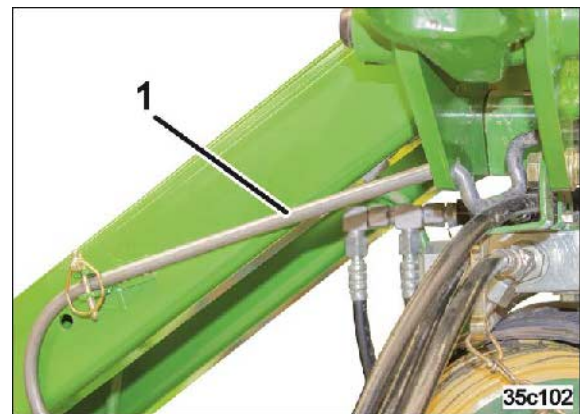

Fig. 85
12. Fest bøylen på transportholderen og sikre den med en låsesplint (Fig. 85/1).